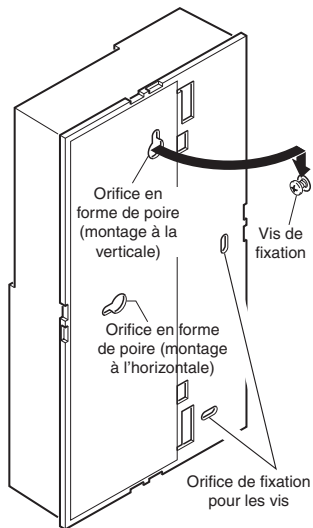

Figure 5 - Arrière du carillon
- Fixez la vis dans l'ancrage en laissant dépasser environ 3 mm (1/8 po) de filets (voir la Figure 5).